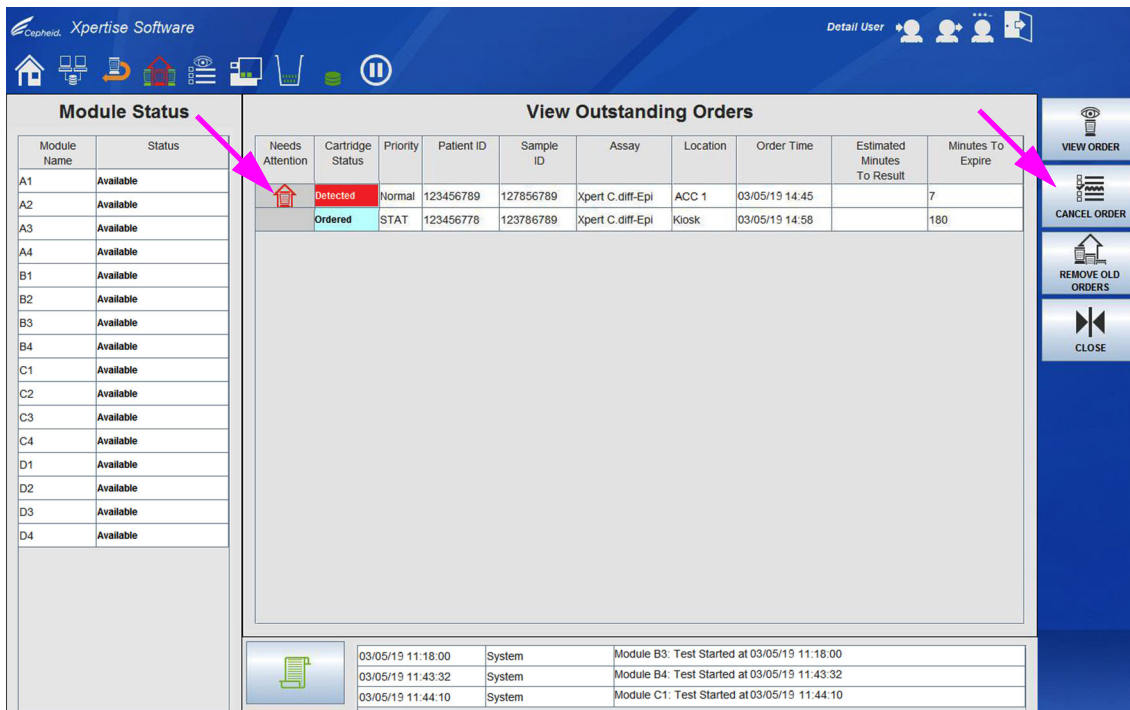
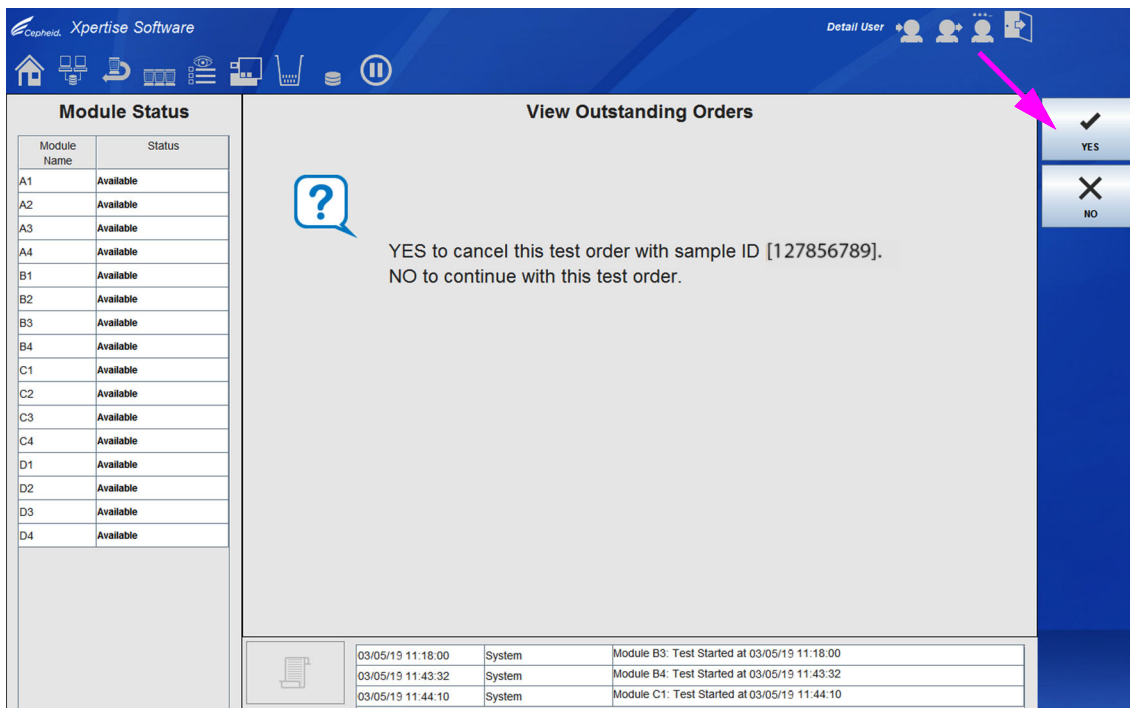
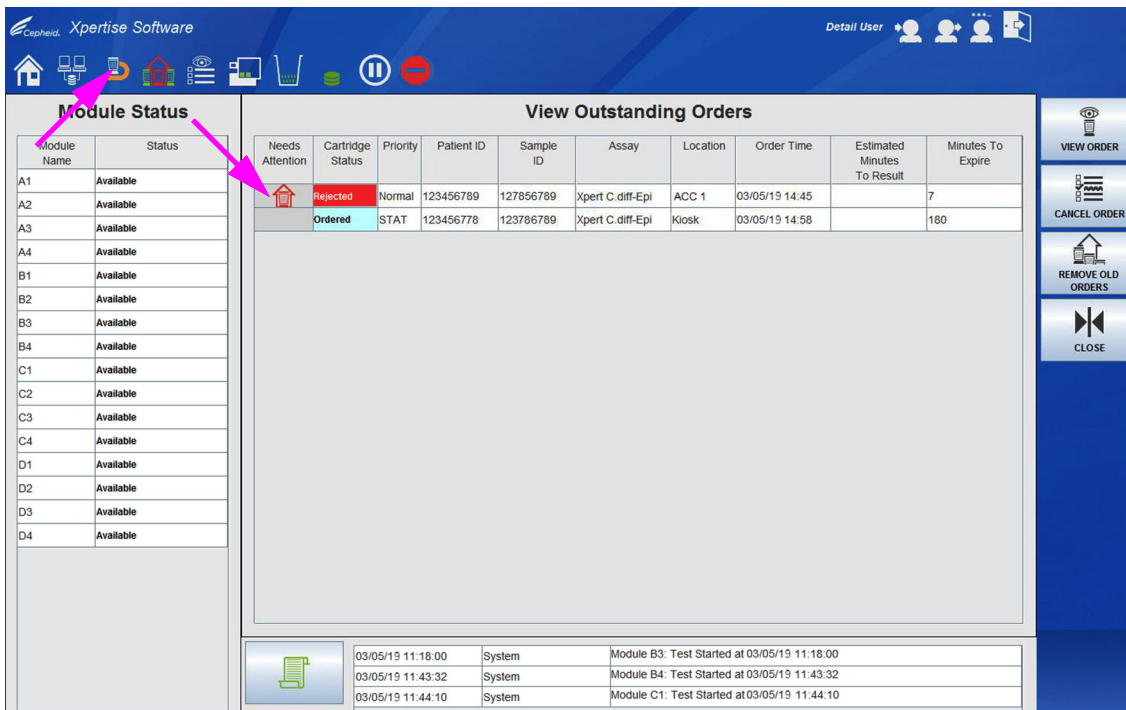
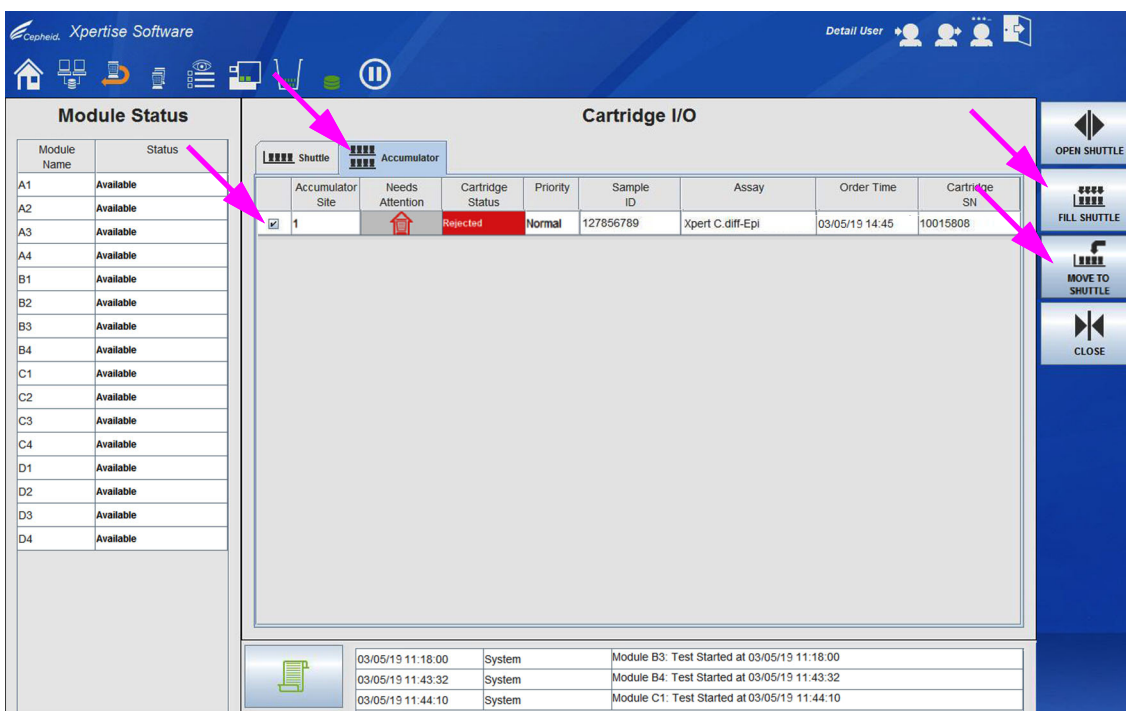

Figura 10-102. Área de trabalho View Outstanding Orders (Ver pedidos pendentes)
Figura 10-103. Ecrã de confirmação da área de trabalho View Outstanding Orders (Ver pedidos pendentes)
Figura 10-104. Área de trabalho View Outstanding Orders (Ver pedidos pendentes) após cancelar um pedido
Figura 10-105. Área de trabalho Cartridge I/O (E/S cartucho)
Esta secção descreve como utilizar a área de trabalho Cartridge I/O (E/S cartucho) (ver Figura 10-105) para transferir cartuchos do acumulador para o vaivém para remoção manual. Os cartuchos podem ser deslocados individualmente utilizando o botão **MOVE TO SHUTTLE (MOVER PARA O VAIVÉM)** na área de trabalho Cartridge I/O (E/S cartucho), ou em alternativa, todos os cartuchos disponíveis para transferência podem ser deslocados selecionando o botão **FILL SHUTTLE (ENCHER VAIVÉM)** na área de trabalho Cartridge I/O (E/S cartucho).
1. No painel de instrumentos, selecione o ícone **View Outstanding Orders (Ver pedidos pendentes)** vermelho para selecionar o(s) cartucho(s) que necessita(m) de atenção. Consulte a Secção 10.9.4, Ícone View Outstanding Orders \(Ver pedidos pendentes\) para mais informação sobre este ícone. É apresentada a área de trabalho View Outstanding Orders (Ver pedidos pendentes). Ver Figura 10-102.
2. Para cancelar um pedido de teste no Accumulator Site 1 (**ACC1**; Local 1 do acumulador), selecione a primeira fila que indica **Detected (Detetado)** para o **ACC1**. Ver Figura 10-102.
3. Selecione o botão **CANCEL ORDER (CANCELAR PEDIDO)** (ver Figura 10-102). É apresentado o ecrã de confirmação da área de trabalho View Outstanding Orders (Ver pedidos pendentes). Ver Figura 10-103.
4. Selecione o botão **YES (SIM)** (ver Figura 10-103). A fila **Detected (Detetado)** indica **Rejected (Rejeitado)**. Ver Figura 10-104.
5. Selecione o ícone **Cartridge I/O (E/S cartucho)** (ver Figura 10-104). É apresentada a área de trabalho Cartridge I/O (E/S cartucho). Ver Figura 10-105.
- A. Se quer deslocar um cartucho individual do acumulador para o vaivém, no separador Accumulator (Acumulador), selecione a(s) quadrícula(s) adjacente(s) à(s) fila(s) de cartucho representando o(s) cartucho(s) que quer deslocar e selecione o botão **MOVE TO SHUTTLE (MOVER PARA O VAIVÉM)**. Ver Figura 10-105. O gantry vai deslocar quatro cartuchos de uma vez para o vaivém até todos os cartuchos selecionados terem sido deslocados.
- B. Para deslocar todos os cartuchos elegíveis do acumulador para o vaivém, no separador Accumulator (Acumulador) selecione o botão **FILL SHUTTLE (ENCHER VAIVÉM)**. Ver Figura 10-105.